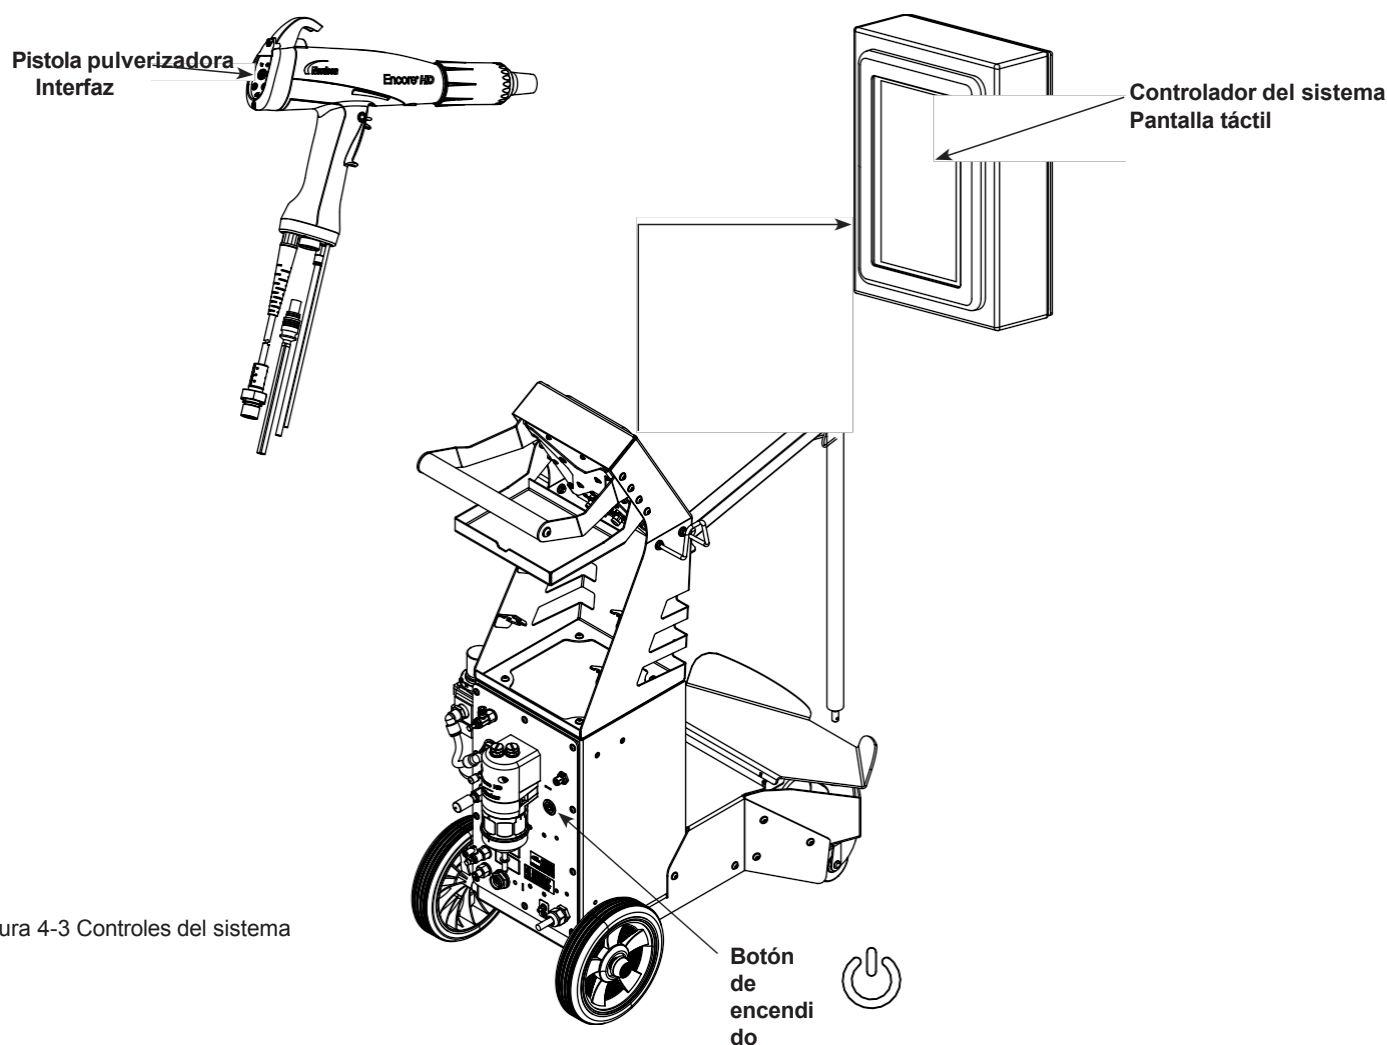

Figura 4-3 Controles del sistema
4. Consulte la Figura 4-3. Asegúrese de que la pistola pulverizadora no esté disparada y, a continuación, conecte la alimentación del controlador del sistema . La pantalla táctil del controlador del sistema y la interfaz de la pistola deben encenderse.